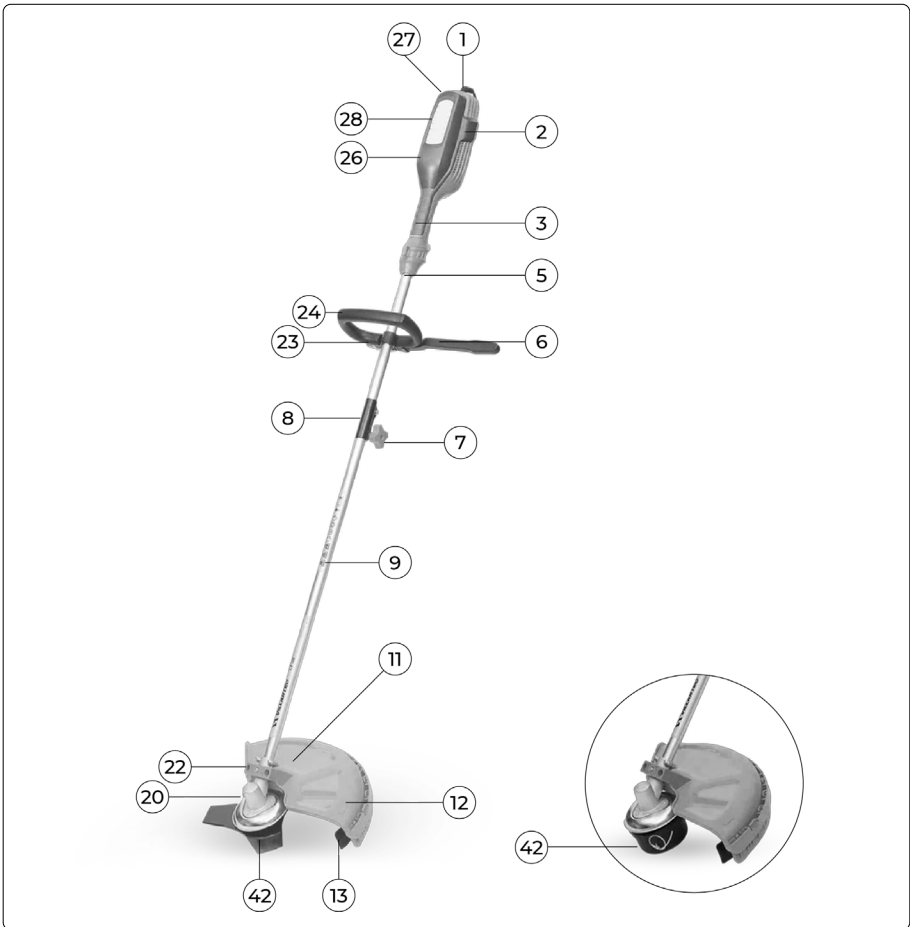

Рис. 1
– Отпустите выключатель (Рис.1 поз. 3) и дождитесь, когда мотокоса полностью остановится.
- Открутите барашковую гайку разъёма штанги (Рис.1 поз. 7) по направлению против часовой стрелки.